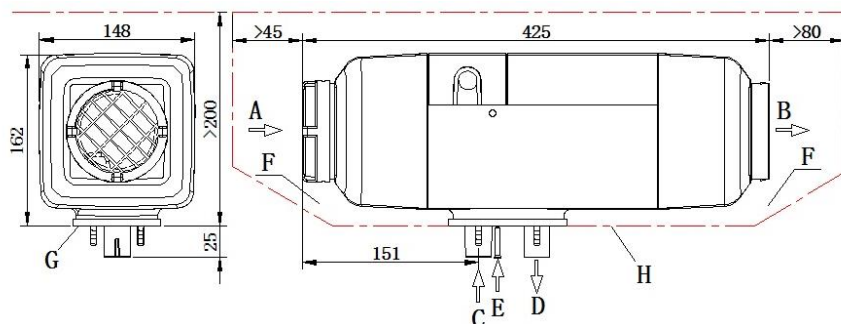

图 9
主机底面与车身安装面之间的空隙(图 9-F)不能有任何干涉物，并且
5.2.2 为保证取暖空气的畅通和便于主机的安装与维修、保养，安装位置必须有合适的空间，其尺寸见图 9 点划线所示范围。